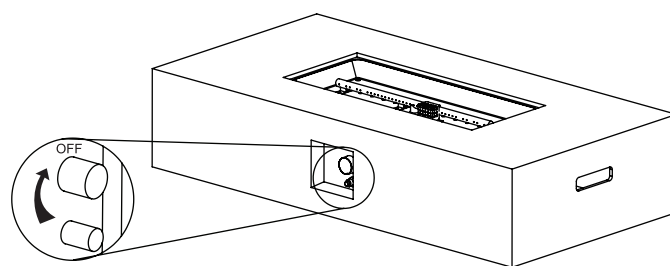

Figure 2
2. Stellen Sie sicher, dass der Gasregler auf "OFF" steht, bevor Sie fortfahren (siehe Figure 2).